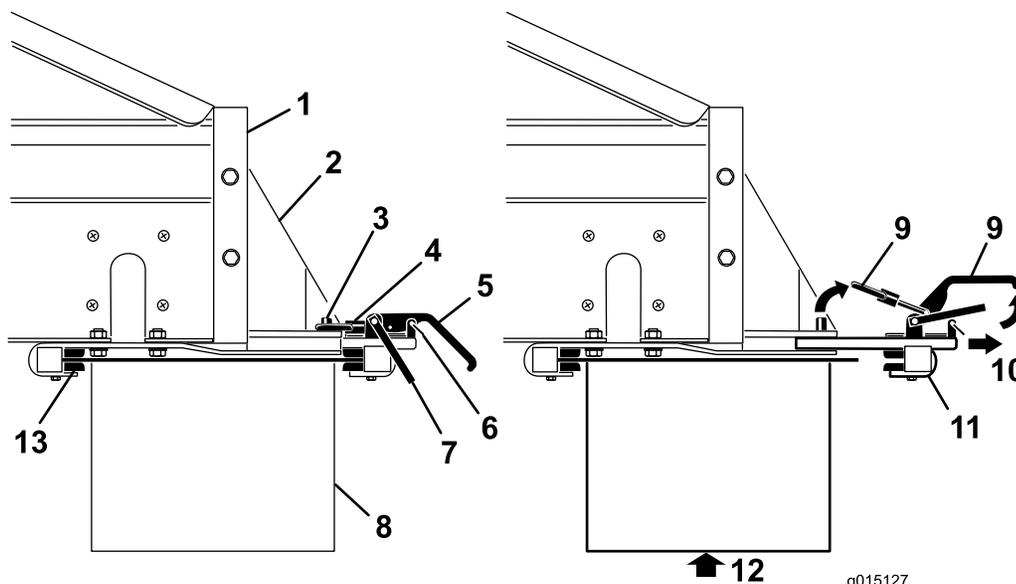

Figura 37
3. Rimuovete le clip dei fermi di sicurezza dalle maniglie di attacco (Figura 37).
4. Sollevate il fermo di sicurezza, poi le maniglie di attacco dell'accessorio e liberate gli anelli di bloccaggio dai perni di bloccaggio ((Figura 37).
5. Estraiete il gruppo di attacco posteriore dell'accessorio dalle fessure di attacco rapido (Figura 37).
6. Con l'aiuto di una persona, inserite il bordo anteriore del trasportatore trasversale/snodo sopra e sotto la parte posteriore dell'MH-400 nei morsetti anteriori sulle staffe (Figura 37).
7. Sostenete il trasportatore trasversale/snodo, facendo scorrere contemporaneamente il gruppo di attacco posteriore dell'accessorio nelle fessure delle staffe, sulla parte posteriore (Figura 37).
9. Rimontate le clip dei fermi di sicurezza sulle maniglie di attacco (Figura 37).